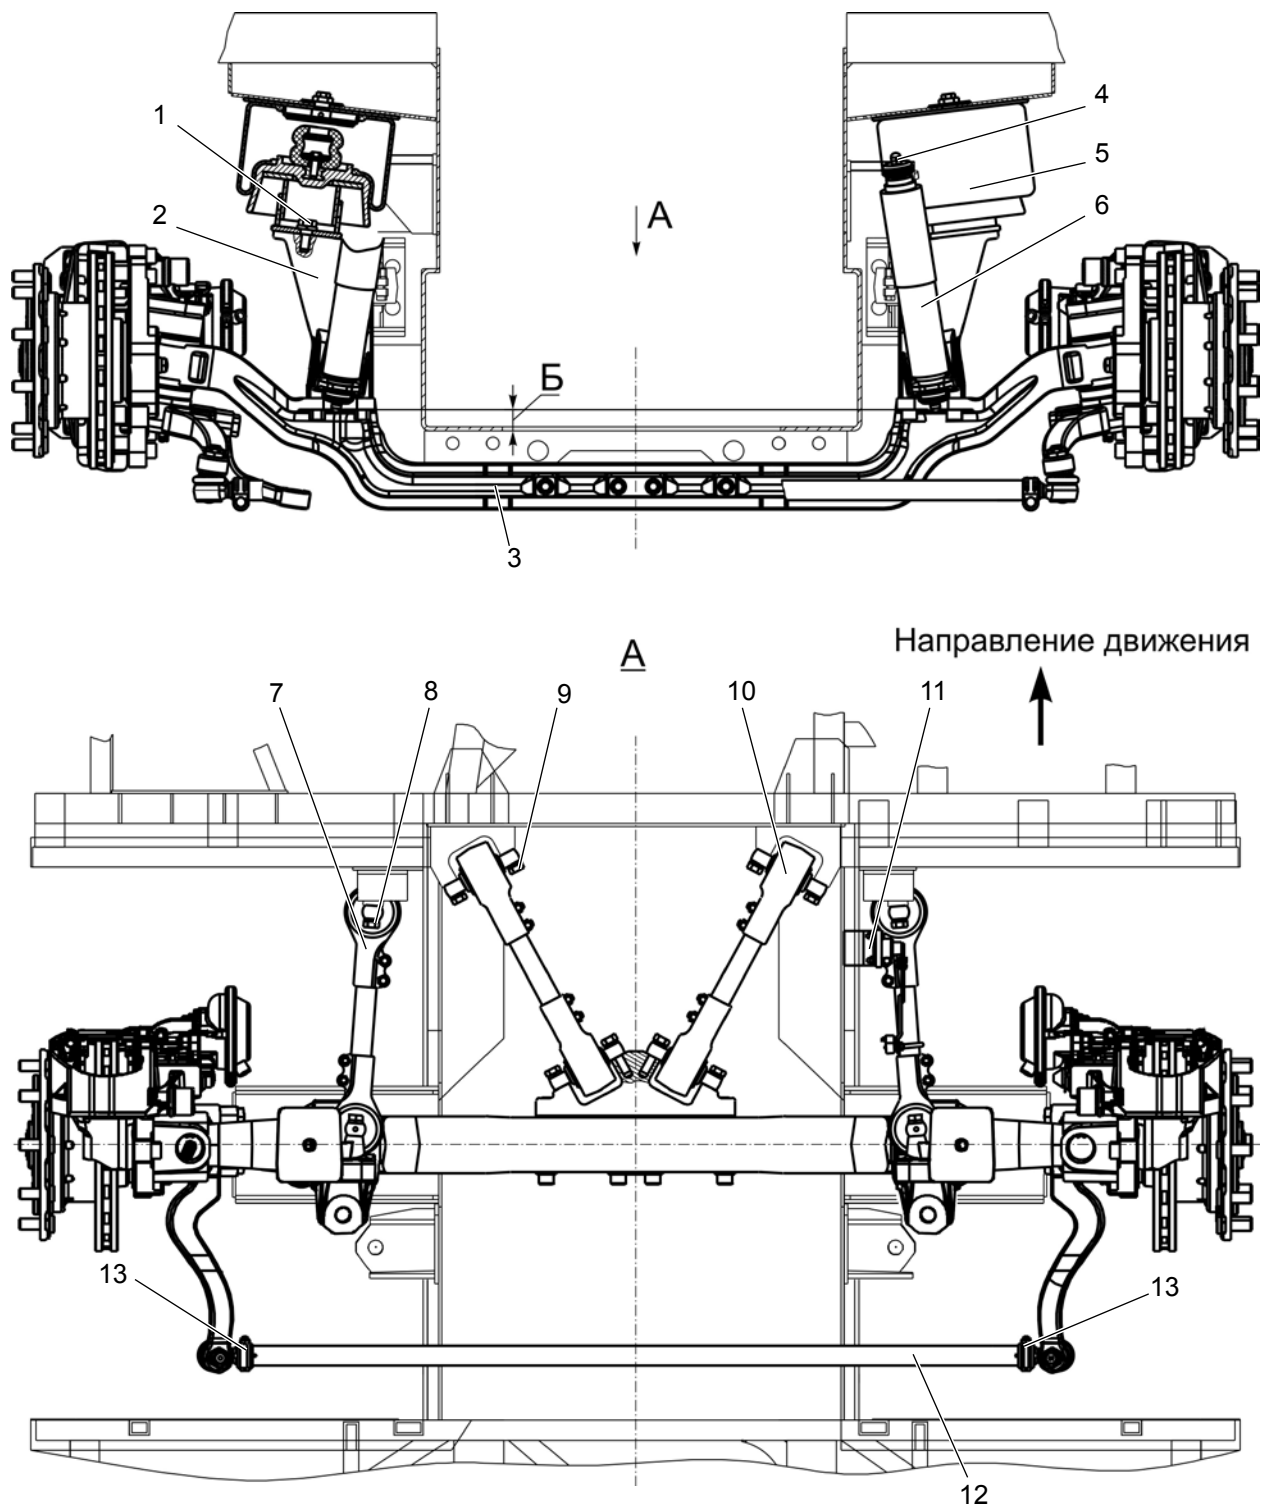

Рисунок 4.6.2 – Передняя подвеска:
Подвеска передней оси состоит из опор 2 (рис. 4.6.2), системы реактивных штанг, двух амортизаторов 6, двух пневмобаллонов 5 и крана уровня пола 11.
– момент затяжки болтов 8, 9 (рис. 4.6.2) крепления головок реактивных штанг к каркасу троллейбуса и к балке передней оси - 360...440 Н·м;
Регулировка схождения колес осуществляется изменением длины тяги 12 (рис. 4.6.2) путем ее вращения при ослабленных гайках хомутов 13. После регулировки затянуть гайки хомутов 13 моментом 70...80 Н·м.